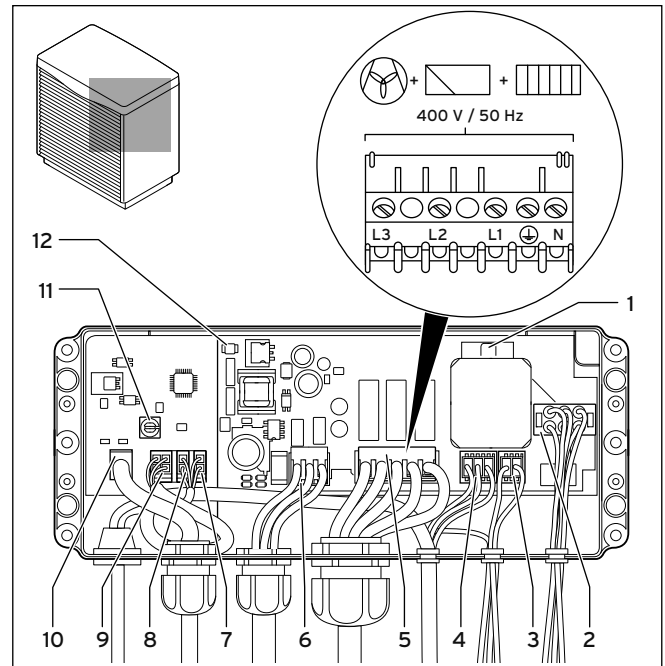

Abb. 7.4 Elektro-Schaltkasten Außeneinheit
- Schließen Sie für die Stromversorgung die Außen-einheit(en) über die Klemme (→ **Abb. 7.4, Pos. 5**) an je ein dreiphasiges 400-V-Drehstromnetz mit einem **Null- und einem Erdleiter** an.